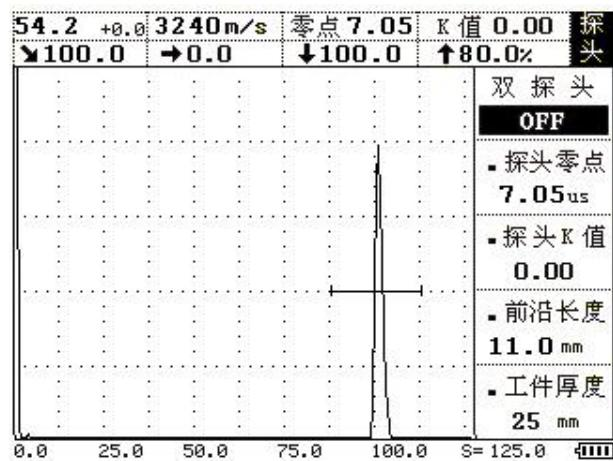

图 4-6
4、校准探头零点：将探头放在试块上并移动，使得R100mm的圆弧面的反射回波达到最高。在屏幕的左上角显示声程值，如这一数值不等于100mm，按 **探头** 键进入探头菜单，再按 **▲** (上) 或 **▼** (下) 键调整到探头零点子菜单，再用 **◀** (左) 或 **▶** (右) 键调整，使数值等于100mm。或者直接按 **波峰记忆** 键，自动校准探头零点。如图4-6所示此时探头零点校准完毕。